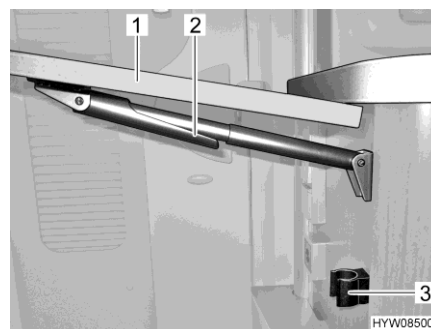

Bild 58 Fälla in klappbord till köksbänk
- Ta tag i klappbordet till köksbänk (Bild 58,1) yttre del och lyft det lätt uppåt. Med den andra handen svänger du fixeringen (Bild 58,2) vid teleskopfästet nedåt.
- Fäll bordsskivan nedåt tills teleskopfästet hakar fast i fästet (Bild 58,3).